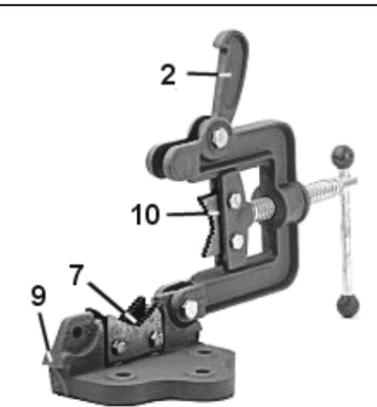

Рис. 3
- 6.4. Для установки длинных заготовок необходимо освободить защёлку (2) из зацепления с фиксатором (9), как показано на рис. 3, и откинуть раму (3).